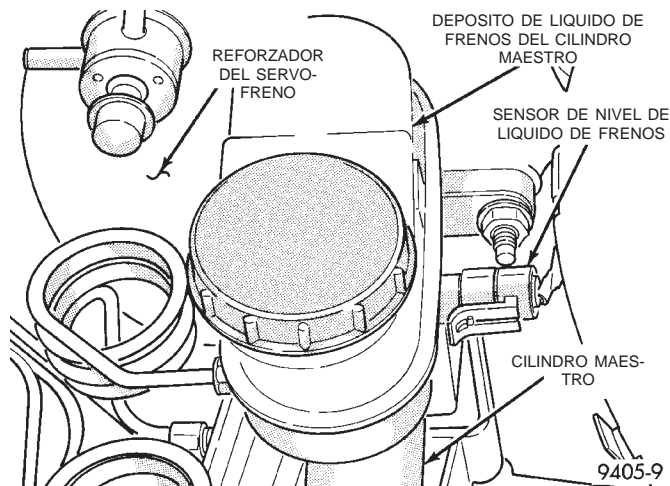

Fig. 167 Sensor de nivel de líquido del cilindro maestro
(1) Retire el conector del mazo de cableado del sensor de nivel de líquido de frenos (Fig. 167).